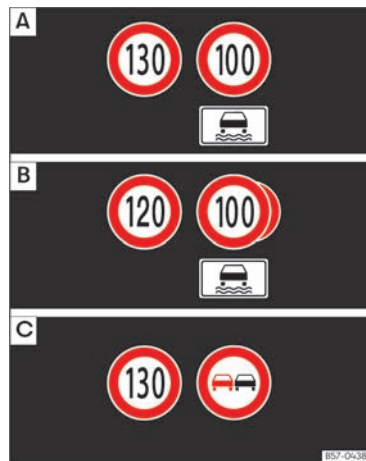

Abb. 8 Bildschirm im Kombi-Instrument: Beispiele für erkannte Geschwindigkeitsbeschränkungen oder Überholverbote mit ihren zugehörigen Zusatzzeichen.
Die vom System erkannten Verkehrszeichen werden am Display des Kombi-Instruments »» (Abb. 8) und je nach installiertem Navigationssystem auch im Infotainment-System angezeigt.
Nach Überprüfung und Auswertung der Informationen der Kamera, des Infotainment-Systems sowie der aktuellen Fahrzeugdaten werden im System bis zu drei aktuelle Verkehrszeichen »» (Abb. 8) mit den entsprechenden Zusatzinformationen angezeigt.
- **Erste Stelle:** Das für den Fahrer gegenwärtig gültige Verkehrszeichen wird auf dem Bildschirm links angezeigt. Zum Beispiel die Geschwindigkeitsbegrenzung 130 km/h (100 mph) »» (Abb. 8) A.
denes Geschwindigkeitsgebot, wird das Überholverbotsschild an zweiter Stelle angezeigt »» (Abb. 8) C.